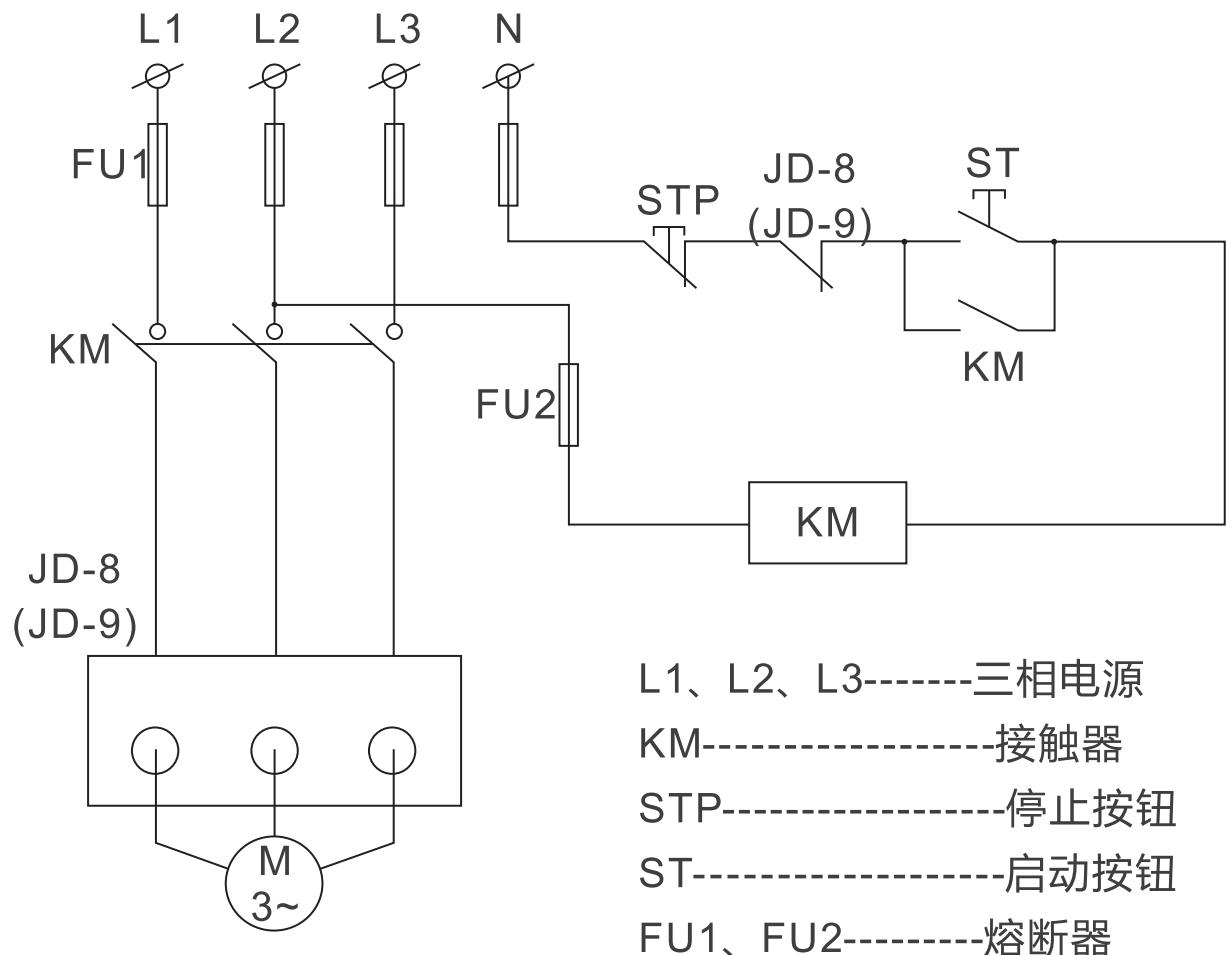
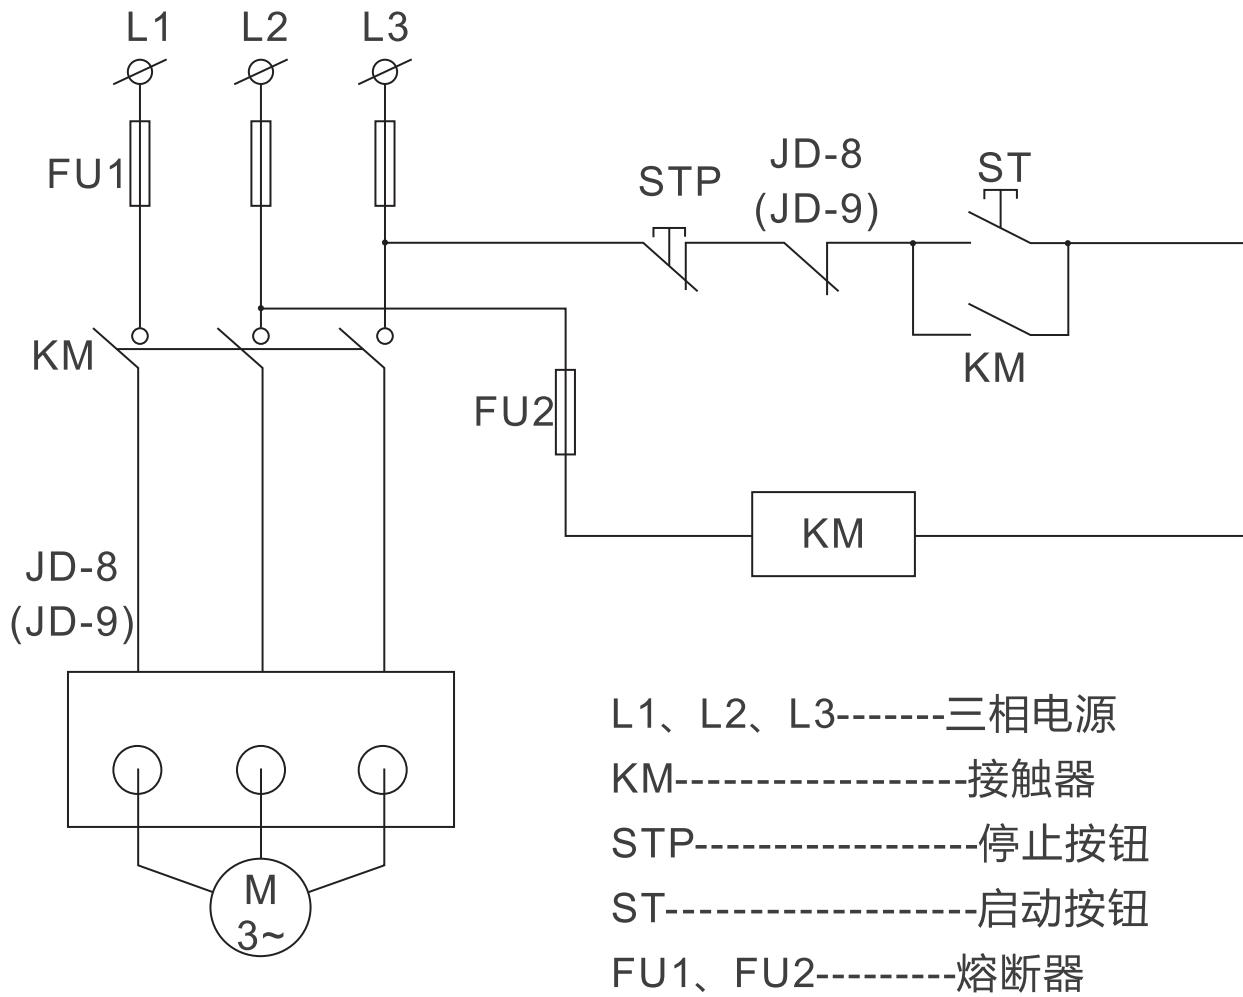

图3 控制电路电压为AC220V的接线图
图4 控制电路电压为AC380V的接线图
6.2至负载交流接触器的三条主线路分别穿过保护器的导线孔H1、H2、H3与电动机进线连接，见图3、图4。